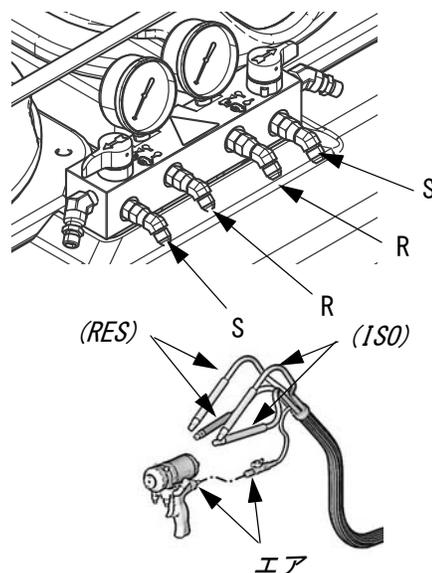

図 5
1. 出口ホース接続部に液体供給ホースを接続します（図 5 を参照してください）。赤いホースが ISO 用、青いホースが RES 用です。取り付け金具のサイズは、間違って接続してしまわないように変えてあります。ホースの他方の端を、ガンの ISO および RES 入口部に接続します。